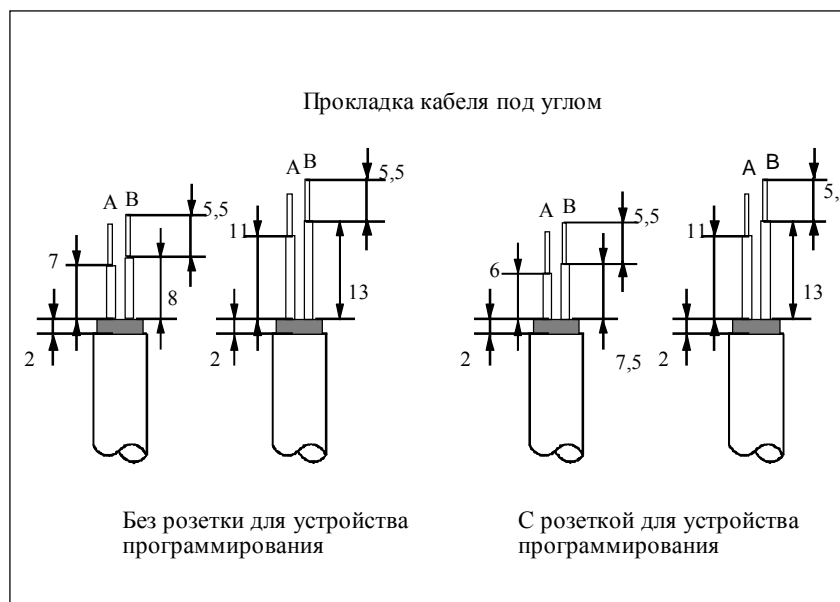

Рис. 7-9. Длины снятия изоляции для подключения к шинному штекеру
1. Снимите изоляцию с шинного кабеля в соответствии с рис. 7-9.